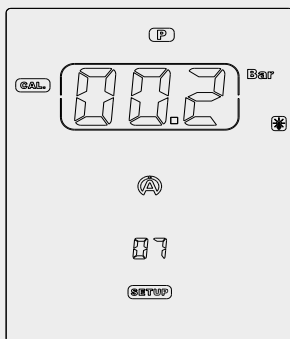

Figure 21
- Il est utile de calibrer le capteur lorsque le CADRAN indique une valeur de pression alors qu'aucune pression n'a été entrée dans le Tyrecontrol 2 (exemple : figure 21). L'embout du Tyrecontrol 2 doit être libre.